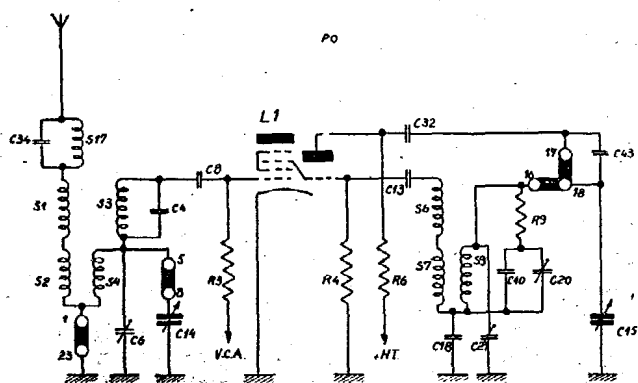

Fig. 3
**GAMME P. O. (figure 3).****Circuit d'accord.**